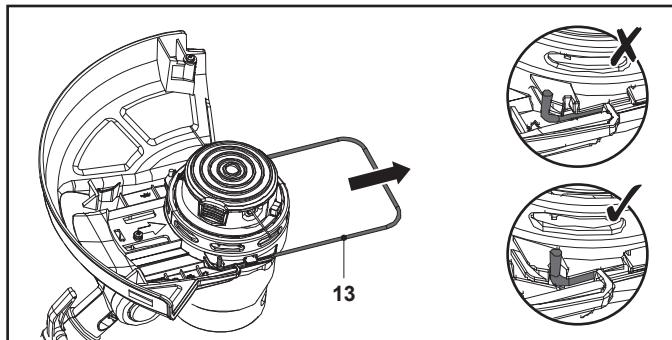

Fig. 10. Position de coupe / bordurage
- Sortir le protecteur de plantes (13) jusqu'à ce qu'il se verrouille pour l'opération de coupe / bordurage (Fig. 10).